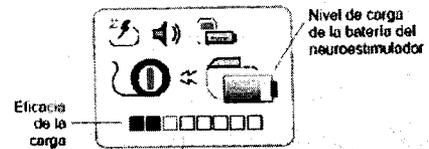

Figura 2.5 Pantalla **Sesión de carga del neuroestimulador**.
- b. Cuando comience la carga, aparecerá la pantalla **Sesión de carga del neuroestimulador**. Esta pantalla indica el nivel de carga de la batería del neuroestimulador y la eficacia de la sesión de carga (Figura 2.5).